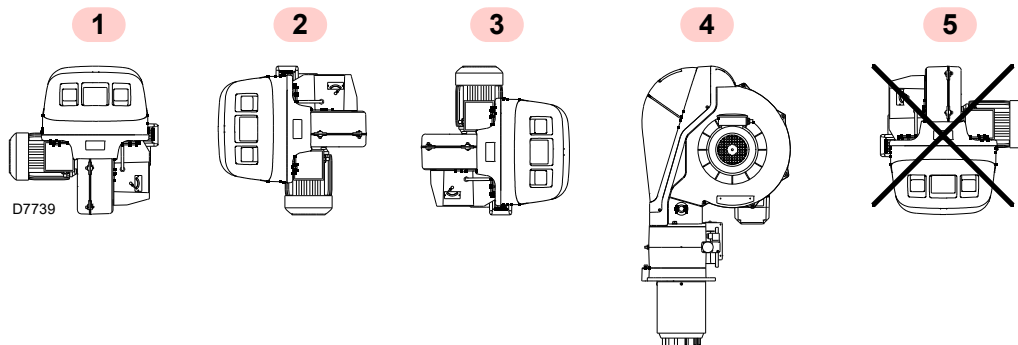

Fig. 11
- El quemador está preparado exclusivamente para funcionar en las posiciones **1, 2, 3 y 4** (Fig. 11).